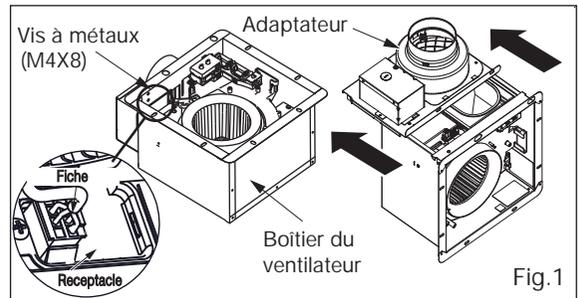

Fig.1
1. Débranchez la fiche du réceptacle et retirez l'adaptateur du boîtier du ventilateur en retirant la vis à métaux (M4X8) avant l'installation. (Fig.1)